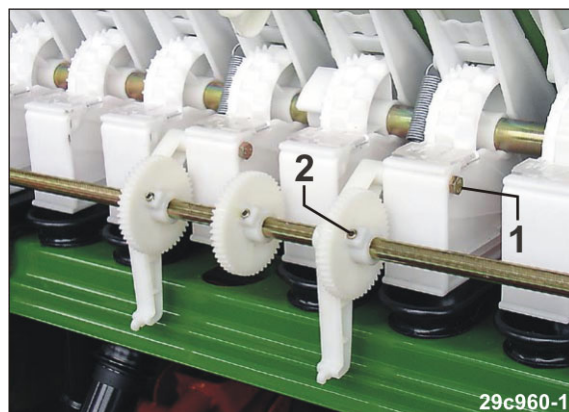

Fig. 127
6. Fjern boltene (Fig. 127/1).
7. Skru boltene (Fig. 127/2) ud.